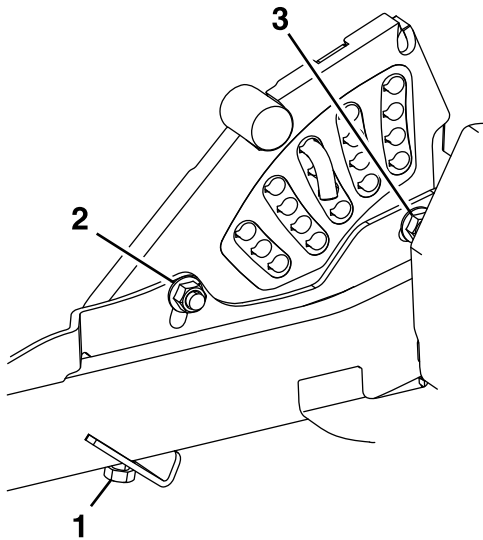

図 78
11. 4つのデッキアジャスターでは希望の進入角で正確な刈り高さを達成するのに十分な調整ができない場合は、シングルポイントシステムで調整可能 (図 78)。
12. シングルポイントシステムを調整するには、まず前後の刈り高プレート取り付けボルトを緩める (図 78)。
14. 刈高プレートの底部にあるボルト2本を締め付ける (図 78)。